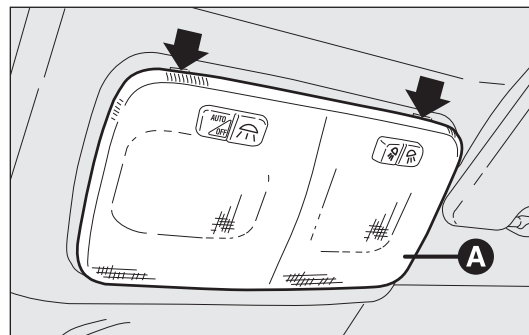
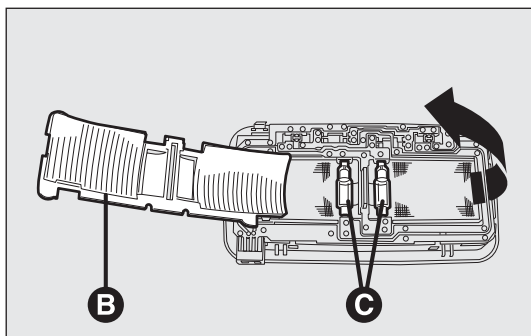

fig. 205
fig. 206
- agire nei punti indicati dalle frecce e rimuovere la plafoniera A-fig. 205;
- ❑ aprire lo sportellino di protezione B-fig. 206;
- ❑ sostituire le lampade C-fig. 206 svincolandole dai contatti laterali accertandosi che le nuove lampade risultino correttamente bloccate tra i contatti stessi;
- ❑ richiudere lo sportellino B-fig. 206 e fissare la plafoniera A-fig. 205 nel proprio alloggiamento accertandosi dell'avvenuto bloccaggio.